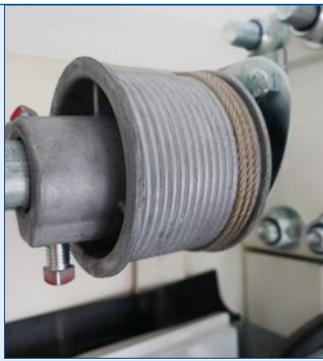

Abb. 2.5.1
- Lösen Sie die zwei Setzschrauben der linken Seiltrommel und wickeln Sie das eingehakte Seil auf. Es muss genau in den gewindeförmigen Rillen der Trommel liegen. Drehen Sie die Trommel bis das Seil straff gespannt ist und eine senkrechte Linie bildet (Abb. 2.5.1).
- Damit das Seil nicht an der Seiltrommel (Abb. 2.5.1) überspringt, muss es zur Portalmittle hin abrollen. Rollt das Seil im 90° Winkel ab, springt es über. Bei geschlossenem Tor läuft das Seil leicht schräg im Winkel < 90° von der Oberkante in Richtung Portalmittle (Abb. 2.5.2).